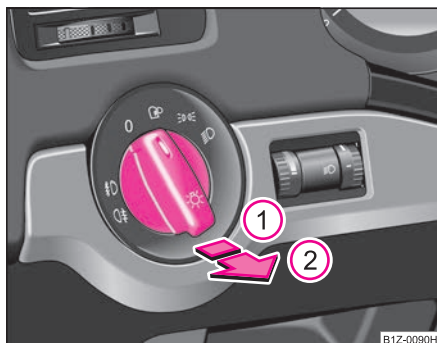

Fig. 41 Tabloul de bord: Înterupătorul de lumină
La autovehiculele cu **volanul pe dreapta** ordinea aranjării înterupătoarelor diferă parțial față de ⇒ fig. 41 ordinea prezentată. Simbolurile de pe înterupătoare sunt totuși aceleași.
- Rotiți întrerupătorul ⇒ pagina 62, fig. 41 în poziția .
La autovehiculele cu comandare automată a luminilor puteți lăsa comutatorul de lumini și în poziția  ⇒ pagina 62, fig. 41. Funcția Coming-Home este comandată de la senzorul din suportul oglinzii retrovizoare interioare. Când intensitatea luminii este mai mare decât valoarea stabilită, funcția Coming-Home nu se va activa după luarea contactului.